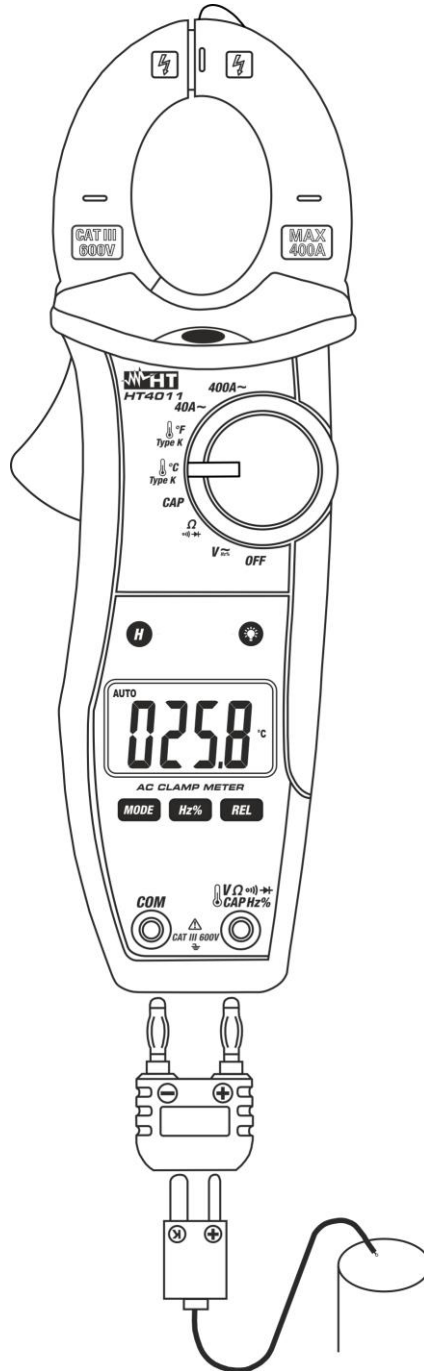

Fig. 9 : Utilisation de la pince pour mesure de température
2. Insérer la sonde à fil de type K de dotation dans les bornes d'entrée **VΩ** et **CAPHz%** et **COM** par l'adaptateur correspondant, en respectant la polarité montrée en Fig. 9. La valeur de température apparaît à l'écran.